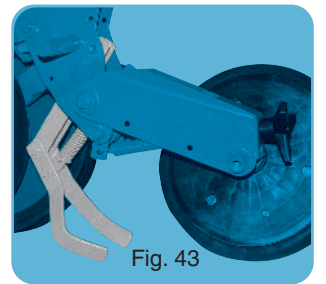

Fig. 43
- Raclettes flexibles (fig. 43).
- Flexible scrapers (fig. 43).
- Beweglicher Zustrreicher (Abb. 43)